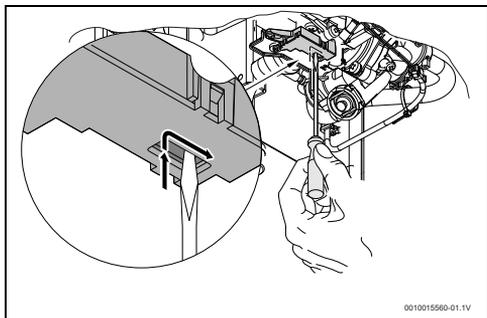

Fig. 26 Remettre le micro-interrupteur en place
- ▶ Positionner le micro-interrupteur selon la figure 26.